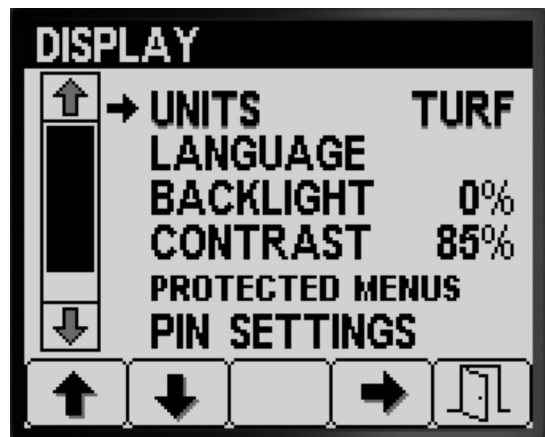

Figura 17
1. Pulse el botón 1 o el botón 2 para desplazarse a la opción UNIDADES (Figura 17).
2. Pulse el botón 4 para cambiar entre las siguientes unidades de medida: INGLÉS, CÉSPED, y SI (Figura 17).
3. Pulse el botón 5 para guardar el ajuste, salir de la pantalla UNIDADES y volver a la pantalla Ajustes (Figura 17).